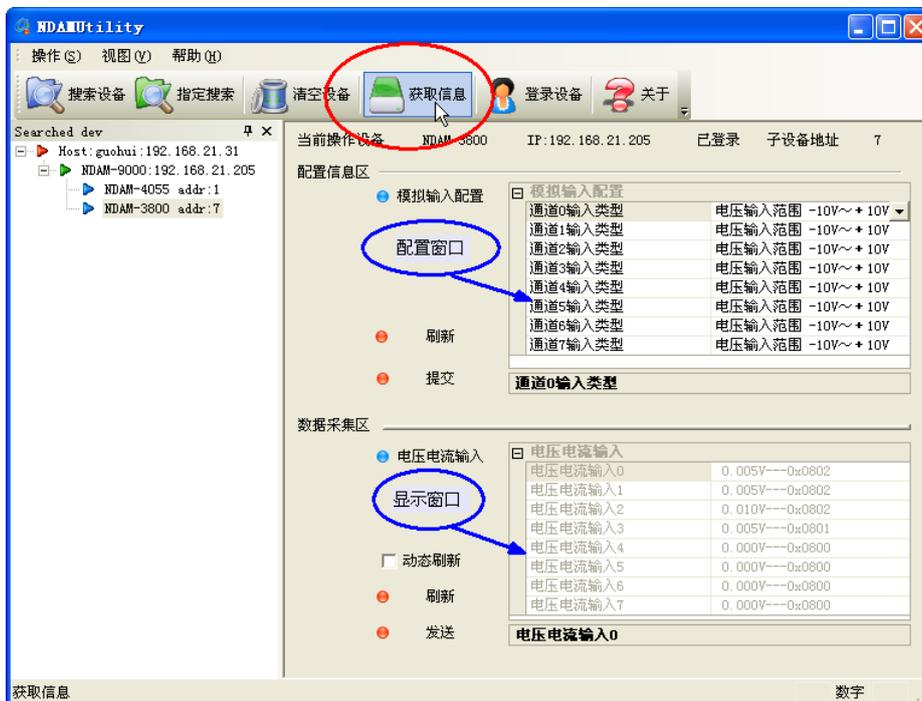

图 3.5 获取设备信息后界面
- 4) 单击界面中的“获取信息”按钮，得到如图 3.5 所示界面。其中，“配置窗口”用于配置各输入通道的信号类型和测量范围，“显示窗口”用于显示各通道的测量结果。